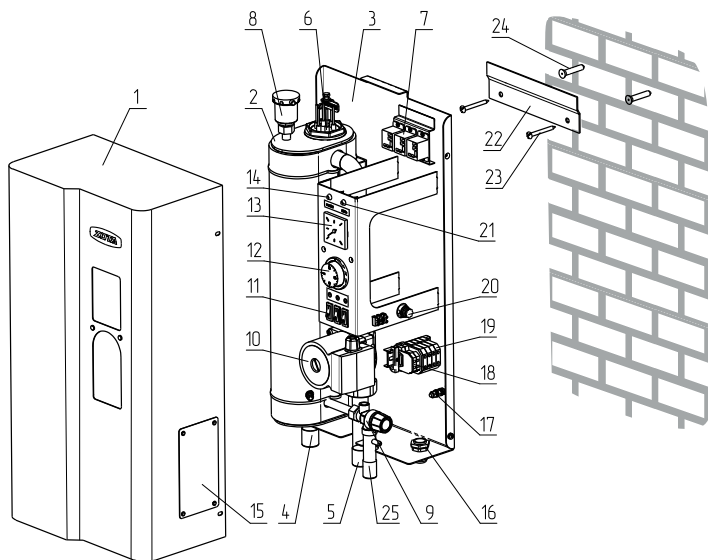

Рис.1 Конструкция котла и способ её крепления к стене
5.1. Котел (Рис.1) состоит из корпуса (2) сварной конструкции с фланцами, патрубком входа теплоносителя (4) и патрубком выхода теплоносителя (5), имеющих резьбу G3/4-В.
- Закрепить кронштейн крепления на вертикальной поверхности в необходимом месте с помощью шурупов, входящих в комплект и установить на него котел как показано на Рис.1;
- Снять крышку кожуха (15) (см. Рис.1), предварительно выкрутив винты крепления;
- Подключить котел к сети переменного тока 380 В, 50Гц, для этого присоединить рабочий нулевой провод на клемму нейтраль (N) котла, фазные провода на клеммы А, В, С. Защитный нулевой провод (РЕ) подключить на болт "ЗАЗЕМЛЕНИЕ" (17);
- При питании котла от однофазной сети переменного тока 220 В, 50Гц присоединить рабочий нулевой провод на клемму нейтраль (N) котла, а фазный на клеммы А, В, С. Защитный нулевой провод (РЕ) подключить на болт "ЗАЗЕМЛЕНИЕ";
- Закрыть крышку кожуха (14) и закрутить винты крепления.